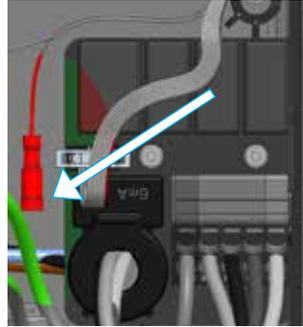

Abbildung 6: Anschlussklemmen Stromzufuhr und Central Pilot (CP) Anschluss für das Ladekabel (rot)
- Befestigen Sie die Stromkabel an den Anschlussklemmen des Filterblocks (siehe auch Abbildung 6).
- Verbinden Sie die Control Pilot (CP) Verbindung mit dem roten Verbindungskabel. Dieses befindet sich neben dem Anschlussterminal für die Stromkabel. Siehe Abbildung 6.